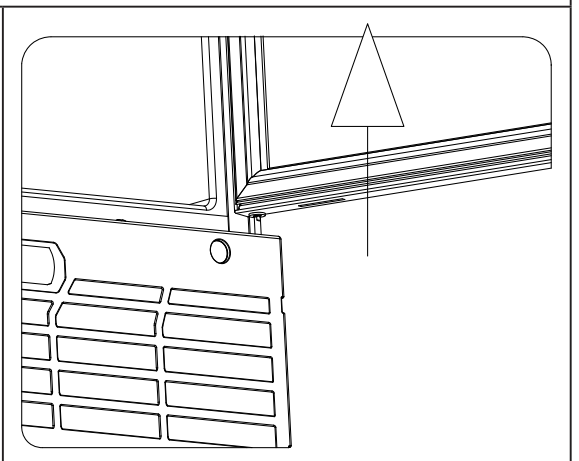

Рисунок 11
4. Снимите дверь с оси нижнего кронштейна (см. рис. 11).
3. Снимите дверь с оси нижнего кронштейна (см. рис. 11).